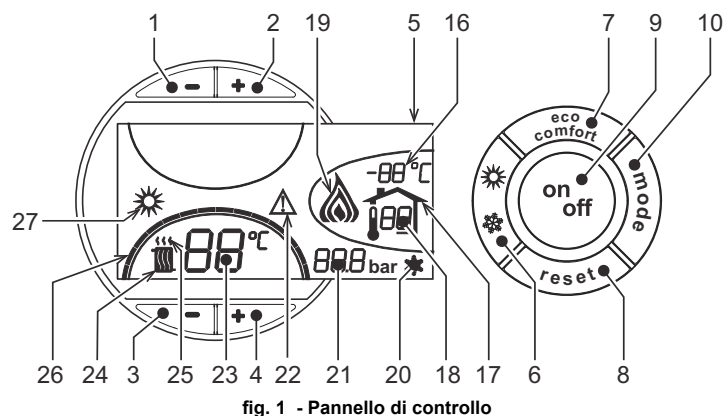
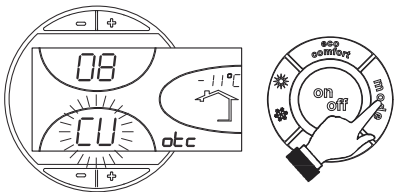
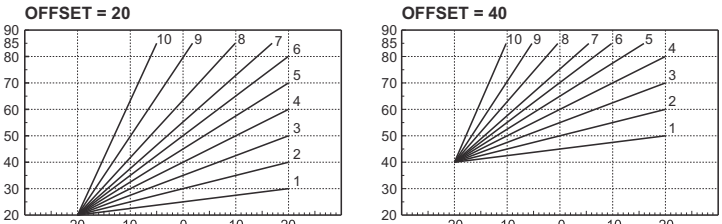

fig. 1 - Pannello di controllo
fig. 9 - Curva di compensazione
fig. 12 - Esempio di spostamento parallelo delle curve di compensazione
Premere il tasto **on/off** (part. 9 - fig. 1) per 1 secondo.
Per riaccendere la caldaia, premere nuovamente il tasto **on/off** (part. 9 - fig. 1) per 1 secondo.
- Premere il tasto ON/OFF (9 - fig. 1)
Premere il tasto **estate/inverno** (part. 6 - fig. 1) per 1 secondo.
Il display attiva il simbolo Estate (part. 27 - fig. 1): la caldaia erogherà solo acqua sanitaria. Rimane attivo il sistema antigelo.
Per disattivare la modalità Estate, premere nuovamente il tasto **estate/inverno** (part. 6 - fig. 1) per 1 secondo.
Agire sui **tasti riscaldamento** (part. 3 e 4 - fig. 1) per variare la temperatura da un minimo di 30 °C ad un massimo di 80°C.
Agire sui **tasti sanitario** +/- (part. 1 e 2 - fig. 1) per variare la temperatura da un minimo di 10°C ad un massimo di 65°C.
Quando viene installata la sonda esterna (opzionale) sul display del pannello comandi (part. 5 - fig. 1) è visualizzata l'attuale temperatura esterna rilevata dalla sonda esterna stessa. Il sistema di regolazione caldaia lavora con "Temperatura Scorrevole". In questa modalità, la temperatura dell'impianto di riscaldamento viene regolata a seconda delle condizioni climatiche esterne, in modo da garantire un elevato comfort e risparmio energetico durante tutto il periodo dell'anno. In particolare, all'aumentare della temperatura esterna viene diminuita la temperatura di mandata impianto, a seconda di una determinata "curva di compensazione".
Con regolazione a Temperatura Scorrevole, la temperatura impostata attraverso i tasti riscaldamento +/- (part. 3 e 4 - fig. 1) diviene la massima temperatura di mandata impianto. Si consiglia di impostare al valore massimo per permettere al sistema di regolare in tutto il campo utile di funzionamento.
Premendo una volta il tasto **mode** (part. 10 - fig. 1) viene visualizzata l'attuale curva di compensazione (fig. 9) ed è possibile modificarla con i **tasti sanitario** (part. 1 e 2 - fig. 1).
Premendo i **tasti riscaldamento** (part. 3 e 4 - fig. 1) si accede allo spostamento parallelo delle curve (fig. 12), modificabile con i **tasti sanitario** (part. 1 e 2 - fig. 1).
Premendo nuovamente il tasto **mode** (part. 10 - fig. 1) si esce dalla modalità regolazione curve parallele.
Se alla caldaia è collegato il Cronocomando Remoto (opzionale), le regolazioni descritte in precedenza vengono gestite secondo quanto riportato nella tabella 1. Inoltre, sul display del pannello comandi (part. 5 - fig. 1), è visualizzata l'attuale temperatura ambiente rilevata dal Cronocomando Remoto stesso.
Selezione Eco/Comfort	Disabilitando il sanitario dal menù del Cronocomando Remoto, la caldaia seleziona la modalità Economy. In questa condizione, il tasto 7 - fig. 1 sul pannello caldaia, è disabilitato.
Abilitando il sanitario dal menù del Cronocomando Remoto, la caldaia seleziona la modalità Comfort. In questa condizione, con il tasto 7 - fig. 1 sul pannello caldaia, è possibile selezionare una delle due modalità.